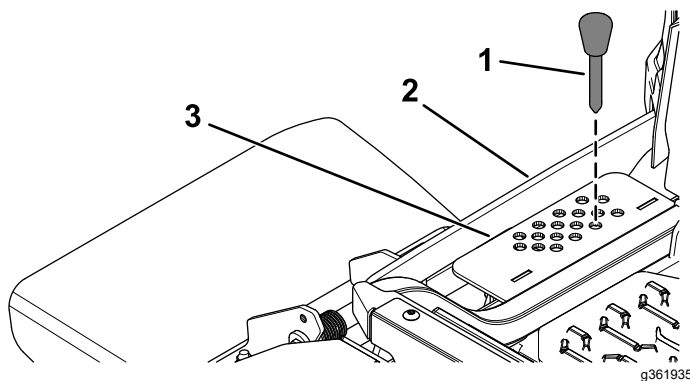

Figura 32
2. Selectai un orificiu din consola pentru înălțimea de tăiere care corespunde înălțimii de tăiere dorite i introduceți tiftul (Figura 32).
3. Apăsai în jos comutatorul pentru ridicarea punii până când conexiunea înălțimii de tăiere intră în contact uor cu tiftul înălțimii de tăiere (Figura 32).